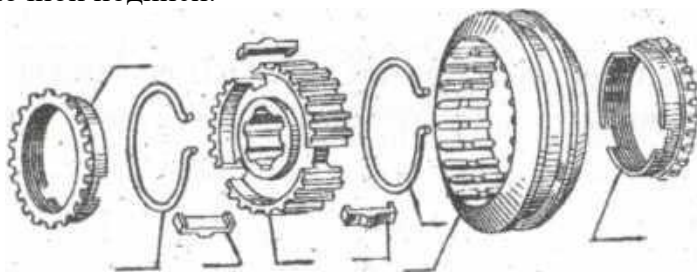

Рис. 17.2. Синхронизатор:
2. Обозначьте, согласно указателю (рис. 17.2), номер детали синхронизатора, соответствующий подпису.